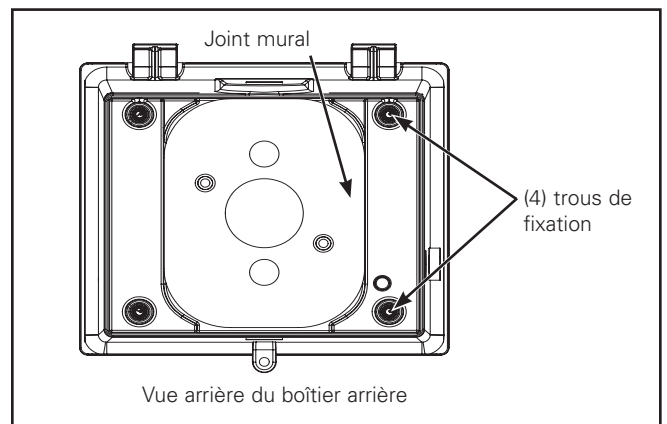

Figure 1.
2. Placez le boîtier arrière à l'envers sur une surface solide. Percez les quatre trous de fixation avec le foret de 7 mm (9/32 po). (Figure 1).